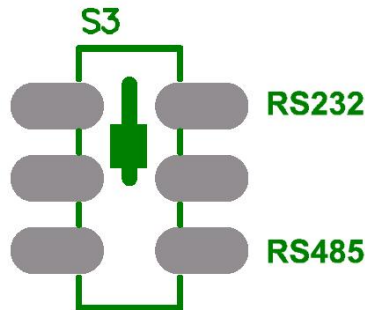

图 2.6 RS-232 与 RS-485 选择切换拨码
- RS-232 和 RS-485 通讯的切换拨码，如图 2.6 所示，当使用 RS-232 时，拨码拨到“RS232”端；当使用 RS-485 时，拨码拨到“RS485”端。